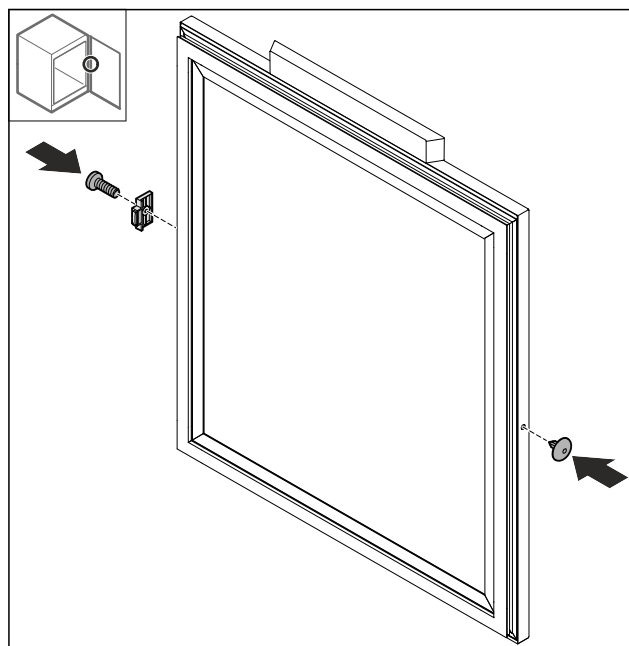

Fig. 18
- Za 180° obrnjen nastavek za vrata Fig. 18 (1) namestite na nasprotni strani.
- Pokrov Fig. 18 (2) vstavite na nasprotni strani.